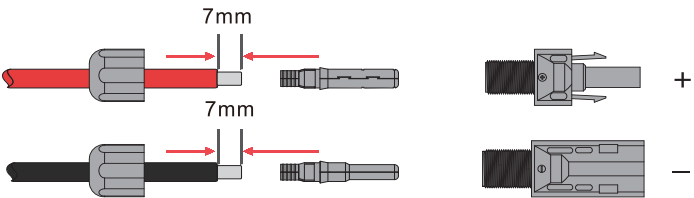

Figure 4.1-1 Câbles PV et connecteurs PV
Étape 1. Dénudez l'isolant du câble PV sur 7 mm, démontez l'écrou du connecteur et faites passer un câble PV à travers l'écrou du connecteur. Répétez cette opération pour tous les câbles PV, en portant une attention particulière à la polarité du connecteur, comme indiqué à la Figure 4.1-1.